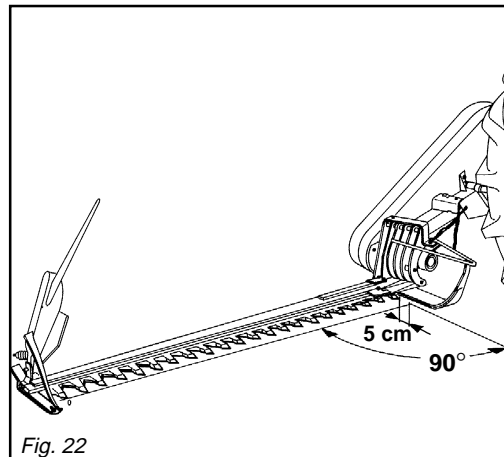

Fig. 22
- Centrare la falciatrice agendo sui tiranti delle barre di sollevamento trattore, in modo che, a falciatrice bloccata sui tre punti, la punta esterna della barra si trovi spostata in avanti rispetto alla perpendicolare del trattore di circa 5 centimetri (Fig. 22).
- Fit the mower by adjusting the tractor tie-rods so that, when the mower attachment is fitted to the three points on the tractor, the external tip of the cutting arm is approximately 5 cm forward with respect to the arm base (Fig. 22).
- Man soll die Mähmaschine mit der Befestigungsketten der Traktorunterlenker zentrieren damit, wenn die Maschine auf dem 3 Punktenanschluss blockiert ist, die Spitze der äussersten Finger im Verhältnis zur Rechtwinkligkeit des Traktors um ca. 5 cm nach vorn versetzt ist (Abb. 22).
- Centrer la faucheuse en agissant sur les tirants du tracteur, de façon que, la faucheuse étant bloquée sur trois points, la pointe extérieure de la barre soit déplacée en avant de 5 cm. environ par rapport à la perpendiculaire au tracteur d'environ 5 centimètres (Fig. 22).
- Centrar la segadora obrando en los tirantes del tractor de modo que, con la segadora bloqueada en los tres puntos, la punta externa de la barra se encuentre desplazada hacia adelante respecto a la perpendicular del tractor de aproximadamente 5 centímetros (Fig. 22).